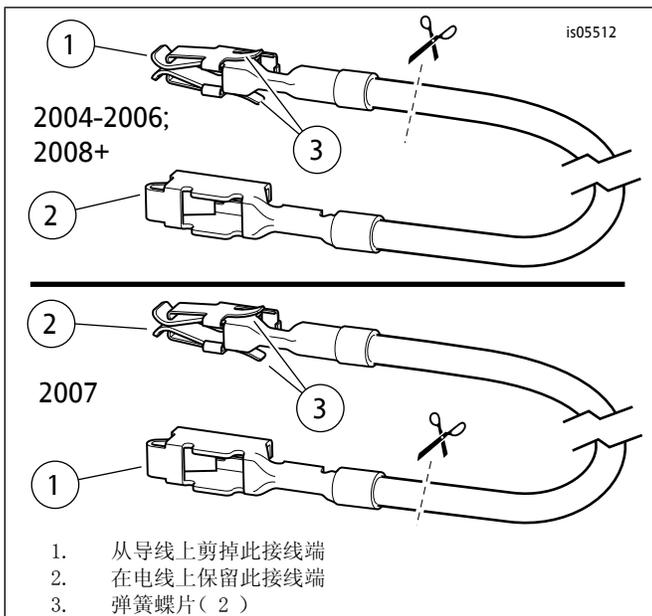

图13. 保险丝盒适配器电线(FL旅行车型)
2. 从套件中取出橙色/白色保险丝盒适配线(9)。对于2004-2006年款车型:注意导线每端的接线端(参见图13:上部视图)。只有不带弹簧蝶片的接线端可安装到此保险丝空腔中。小心地从电线上剪掉带有弹簧蝶片的接线端并丢弃。对于2007年款车型:注意导线每端的接线端(参见图13:下部视图)。只有带有弹簧蝶片的接线端可安装到此保险丝空腔中。小心地从电线上剪掉不带弹簧锁片的接线端并丢弃。